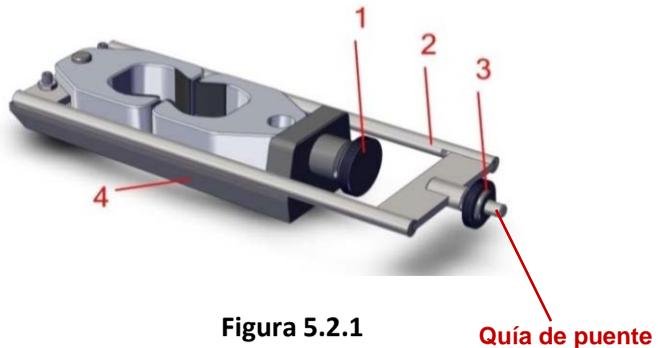
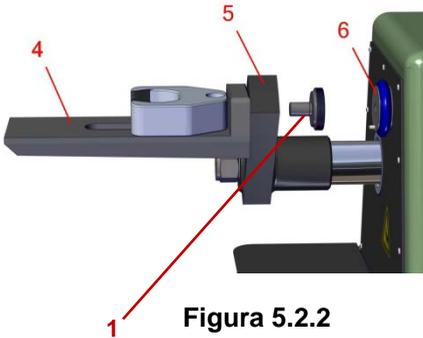
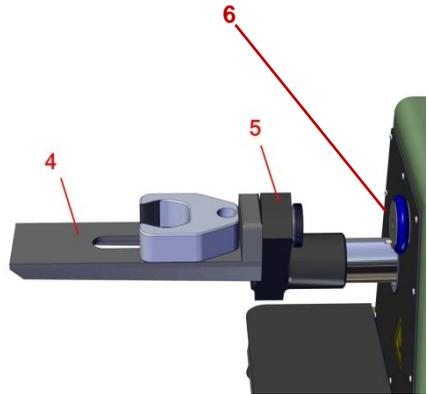
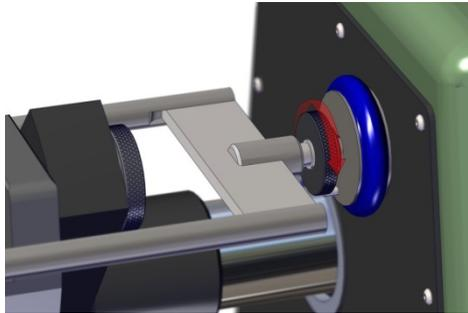

Figura 5.2.1
Figura 5.2.2
Figura 5.2.3
Figura 5.2.5
1. Quite el tornillo de conexión moleteado grande (Figura 5.2.1, Ítem 1) de la base del accesorio de tracción en frío (Figura 5.2.1, Ítem 4). Quite el puente extensible (Figura 5.2.1, Ítem 2) y el herramental izquierdo de mordaza de la base del accesorio de tensión.
2. Suavemente deslice el patrón roscado de la base del accesorio de tensión hacia el brazo movable portamordaza (Figura 5.2.2, Ítem 5) de la Máquina Universal de Ensayos. Reemplace el tornillo roscado y ajuste manualmente para adjuntar la base del accesorio de tensión en frío al brazo movable portamordaza (Figura 5.2.2 y Figura 5.2.3).
3. Coloque la mordaza de herramientas izquierda y el puente de tracción en la superficie superior de la base de accesorios de tracción. Deslice suavemente el pasador de puente (Figura 5.2.1) en el orificio ubicado en el centro del soporte de la abrazadera estacionaria (Figura 5.2.2, Artículo 6)
4. Ajuste la tuerca roscada del puente (Figura 5.2.1, Ítem 3) hasta que la superficie plana de la tuerca del puente quede frente al soporte estacionario de mordaza (Figura 5.2.2, Ítem 6) a aproximadamente 1/32" (.078 mm) de distancia desde la superficie del soporte estacionario de mordaza (vea la Figura 5.2.5).
(Vea la Figura 5.2.3 para la Descripción del Artículo)